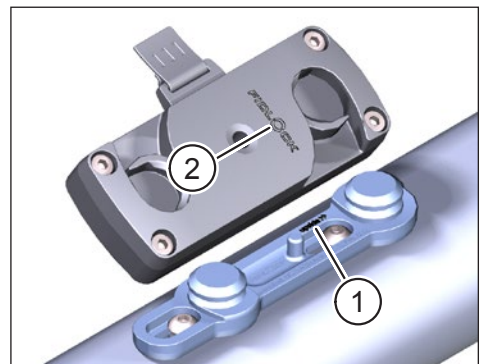

Abb. 2: Ausrichtung der FIDLOCK® Bike Base und des FIDLOCK® Force Connectors
- ▶ Beachten Sie bei der Montage auf der FIDLOCK® Bike Base die eingravierte Aufschrift "**upside>>**" (Pos. 1 in Abb. 2). Die Oberkante des FIDLOCK® Logo (Pos. 2 in Abb. 2) auf dem FIDLOCK® Force Connector muss in die Richtung des Pfeils von "**upside>>**" zeigen.